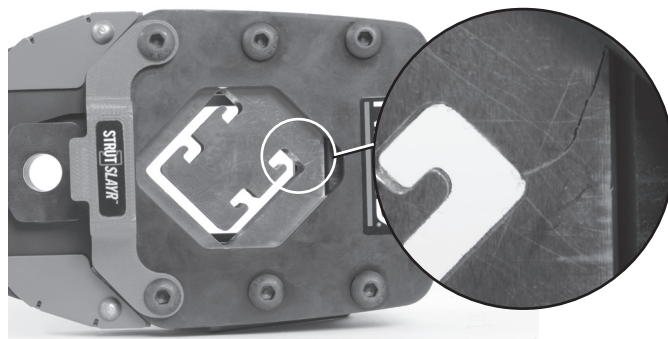

Bild 2A – exempel på sprucket munstycke
- Spruckna eller avskavda munstycken (se bild 2A).